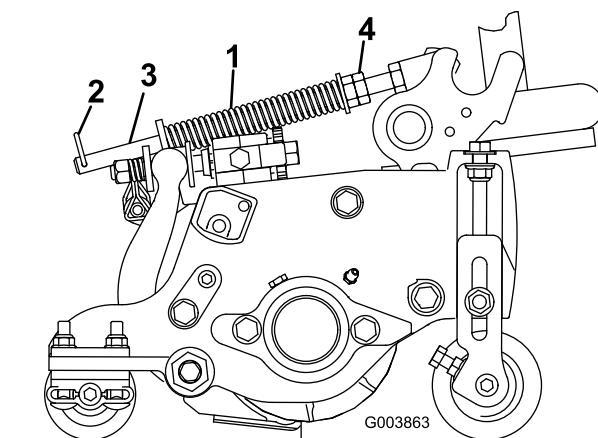

Рисунок 15
2. Затяните шестигранные гайки в передней части штока пружины так, чтобы длина сжатой пружины была равна 12,7 см на Reelmaster 5410 (с 5-дюймовыми режущими блоками) или 15,9 см на Reelmaster 5510 и 5610 (с 7-дюймовыми режущими блоками) (Рисунок 15).
Пружина компенсации состояния грунта (Рисунок 15) переносит вес с переднего на задний каток. (Это помогает снизить волнообразный рисунок на грунте, также называемый волнами или неровностями.)
1. Убедитесь в том, что шплинт вставлен в заднее отверстие штока пружины (Рисунок 15).